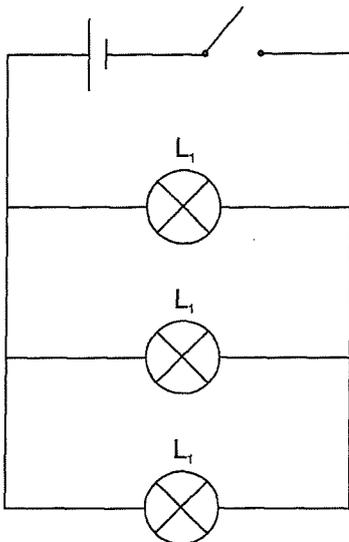

Figure 9.3
4.3. Réaliser le montage de la figure 9.3. Fermer l'interrupteur. Estimer l'éclat des ampoules. Noter les observations.
| 4.4 | dévisser 1 ampoule du montage de la figure 9.3 | |